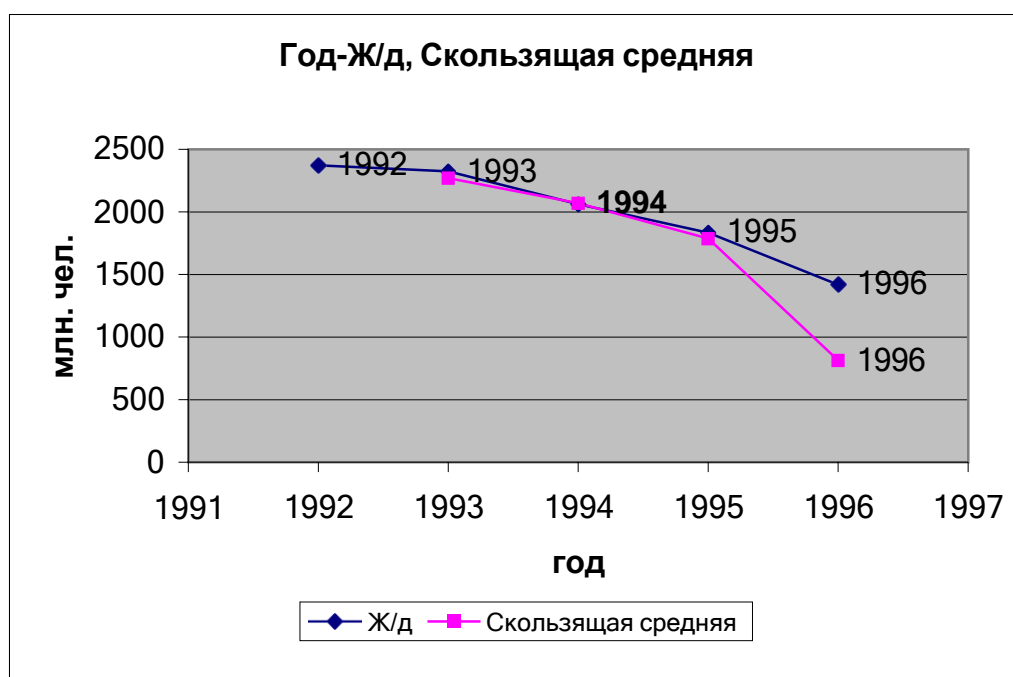

Рис. 3.7. Графики Год – Железнодорожный и Скользящая средняя
8. В одной системе координат постройте графики «Год – Железнодорожный, Скользящая средняя» (см. рис. 3.7).